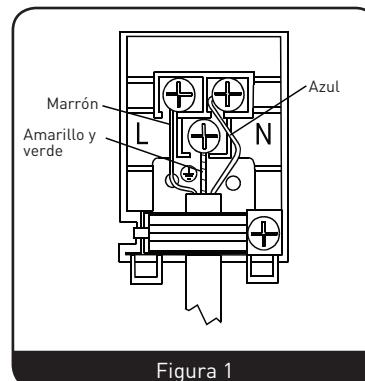

Figura 1
- El cable de conexión a tierra (amarillo y verde) deberá conectarse al tornillo del terminal marcado con el símbolo de tierra. La conexión del cable de alimentación deberá efectuarse conforme a lo indicado en la **Figura 1**. Si su instalación eléctrica no cuenta con toma de tierra conforme a las normativas en vigor, póngase en contacto con un electricista. El circuito que alimente a su horno desde el contador eléctrico deberá incorporar un interruptor diferencial (DDR) con entrehierro entre polos de al menos 3 mm (que limite la corriente a 20 A y sea de disparo retardado)